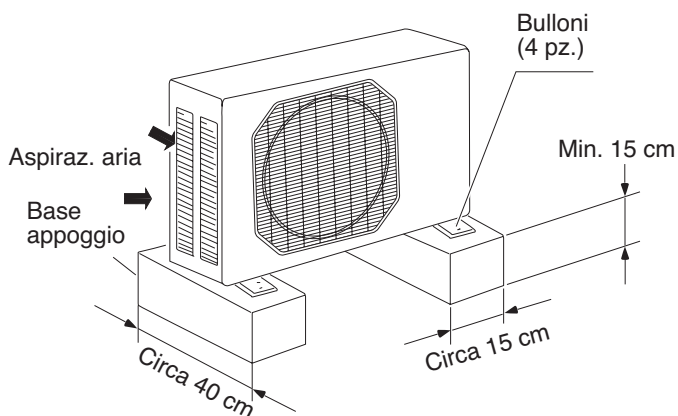

Fig. 5c
- Provvedere una base solida (15 × 40 cm) adeguata al peso dell'unità e sollevata dal terreno di circa 15cm, in modo da ridurre l'umidità e proteggere l'unità da possibili allagamenti. (Fig. 5c)